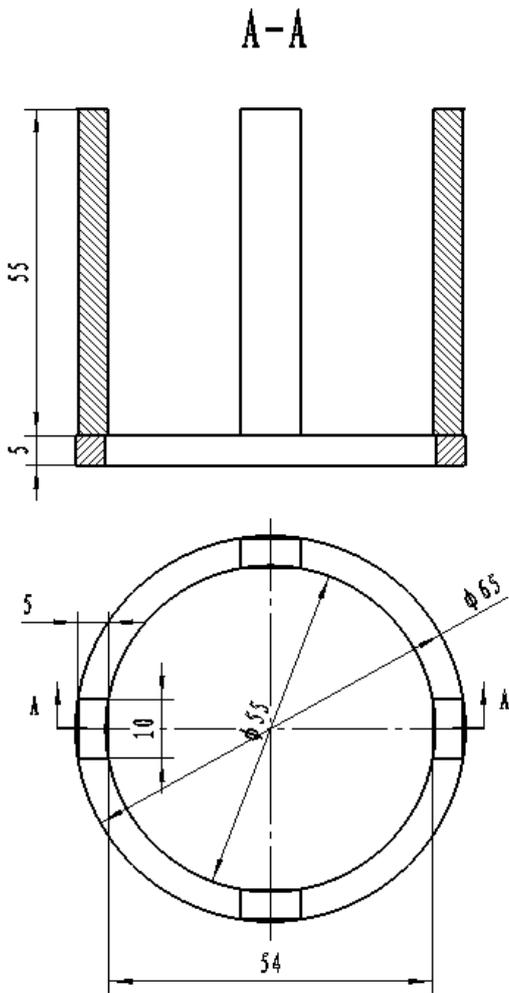

图3 零件架
4、 零件初始状态是随机叠放在零件架内，零件架如图 3 所示。为了安装、固定以及与零件输送装置配合，零件架结构、尺寸可以自行设计，材质不限。